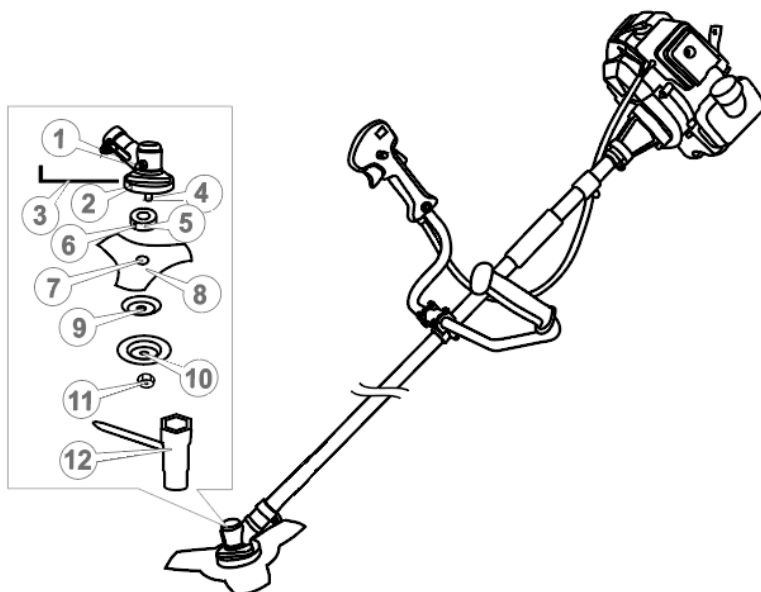
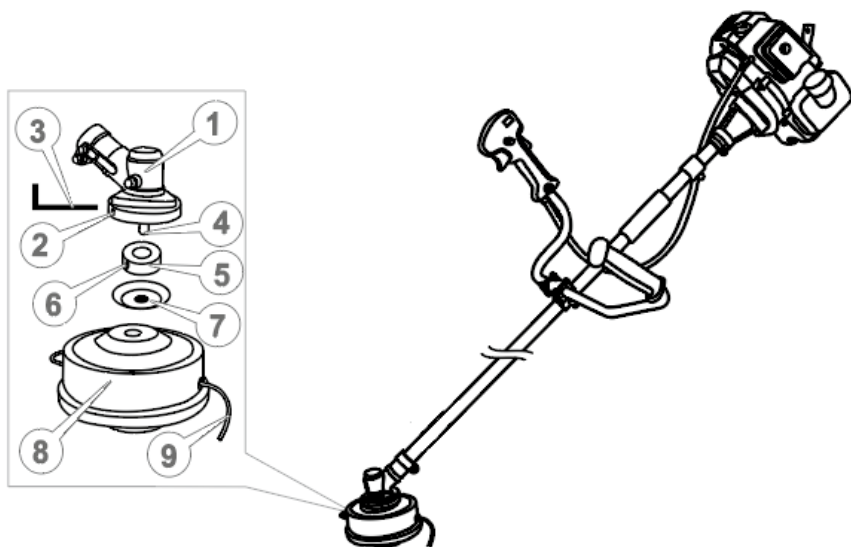

Рисунок 4. Схема встановлення різального ножа.
Рисунок 5. Схема встановлення різальної головки із жилкою.
- вставити шестигранний ключ (3, рис. 4) або викрутку в стопорний отвір (2, рис. 4) редуктора, фіксуючи таким чином вал від провертань;
- відкрутити за допомогою накидного ключа (12, рис. 4) верхню фіксуючу гайку лівої нарізки (11, рис. 4), зняти її, після чого зняти захисну кришку тарілчастої форми (10, рис. 4) та шайбу тарілчастої форми (9, рис. 4), залишаючи на шпинделі (4, рис. 4) приводну шайбу-перехідник (5, рис. 4);
- поверх приводної шайби вкласти різальний ніж (8, рис. 4) таким чином, щоб посадковий уступ приводної шайби (5, рис. 4) увійшов у посадковий отвір ножа (7, рис. 4);
- поверх ножа по чергову встановити на шпиндель редуктора шайбу тарілчасту (9, рис. 4), захисну кришку (10, рис. 4) і надійно закріпити гайкою лівої нарізки (11, рис. 4) за допомогою накидного ключа (12, рис. 4);
– витягнути ключ (3, рис. 4) із стопорного отвору (2, рис. 4) редуктора (1, рис. 4).
Фіксуюча гайка (11, рис. 4) має ліву нарізку.
- вставити шестигранний ключ (3, рис. 5) або викрутку в стопорний отвір (2, рис. 5) редуктора, фіксуючи таким способом вал від провертань;
- відкрутити за допомогою накидного ключа (12, рис. 4) верхню фіксуючу гайку лівої нарізки (11, рис. 4), зняти її, після чого зняти захисну кришку (10, рис. 4), залишаючи на шпинделі (4, рис. 5) приводну шайбу (5, рис. 5) та шайбу тарілчастої форми (7, рис. 5);
- поверх шайби тарілчастої форми накрутити різальну головку із жилкою (8, 9, рис. 5);
- витягнути шестигранний ключ (3, рис. 5) або викрутку із стопорного отвору (2, рис. 5) редуктора (1, рис. 5).